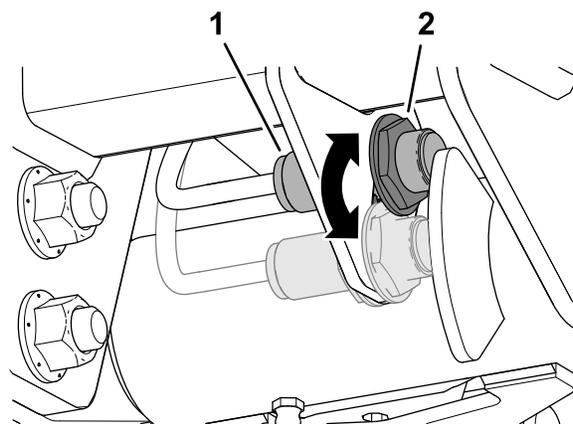

Рисунок 52
3. Ослабьте контргайку, которая крепит переключатель подъемного рычага к пластине переключателя (Рисунок 52).